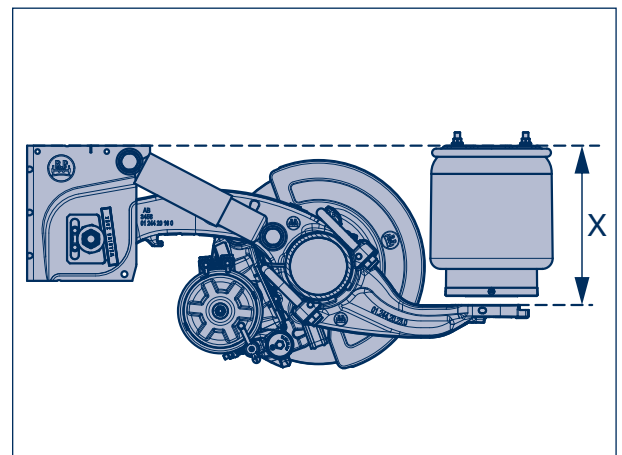

Рисунок 11
- [20] Измерить расстояние X (рисунок 11). Оно должно соответствовать зафиксированному значению из рабочего шага [7]. Допуск +/- 1 мм.